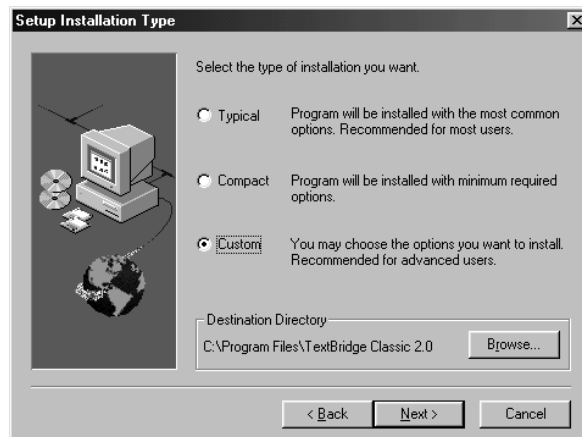

Figure 29 : sélection du type d'installation
3. Cliquez sur 'Yes' pour accepter les conditions de la licence et pour poursuivre l'installation. La Figure 29 est affichée.
4. Sélectionnez 'Custom', (Figure 29) pour qu'un petit rond s'affiche dans la case.